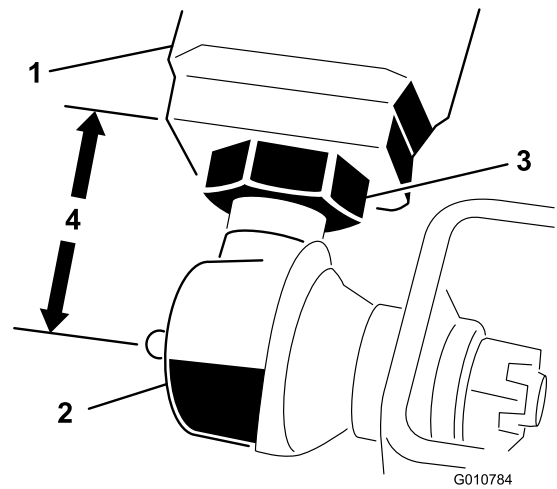

Bild 5
- Messen Sie den Abstand vom Ende jedes Hubarms bis zur Mitte des Kugelgelenks (Schmiernippel). Der Abstand sollte ungefähr 57 mm betragen (Bild 5).